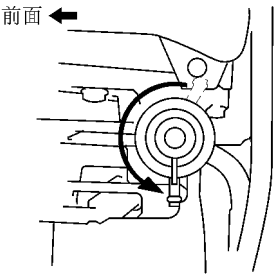

图 2-99 逆时针转动压力调节器直到其出口朝向指示方向
1) 完全旋松燃油压力调节器的锁紧螺母，将新的 O 形密封圈涂敷一薄层汽油，并把它装到压力调节器上。用手将燃油压力调节器完全推入出油管，逆时针转动压力调节器直到其出口朝向图 2-99 所示的方向为止。